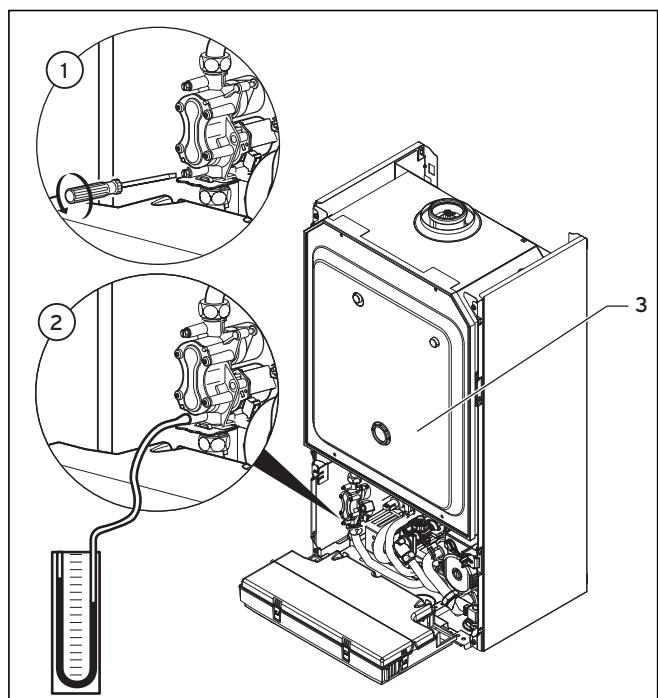
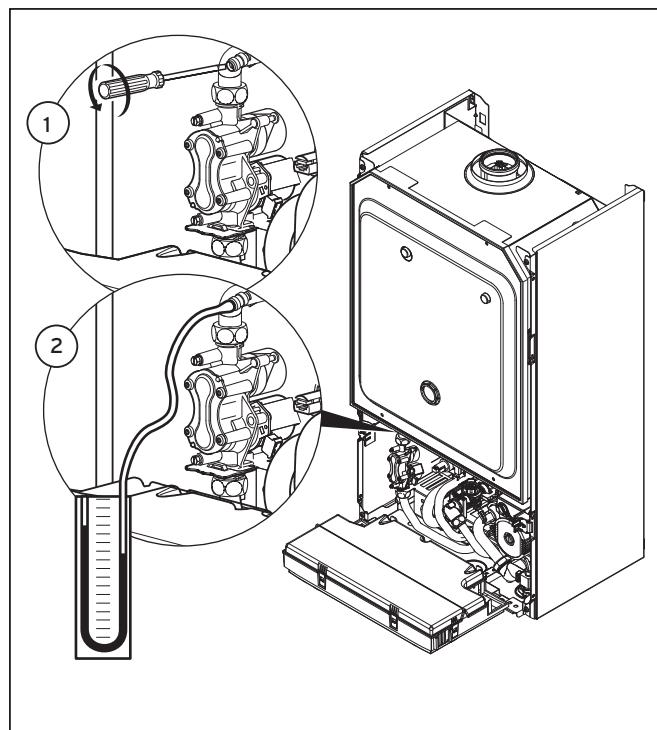

Fig. 6.4 Contrôle de la pression de raccordement
Fig. 6.5 Contrôle de la charge nominale
Procédez comme suit pour le contrôle de la pression de raccordement (cf. fig. 6.4) :
- Desserrez les quatre vis du couvercle de la chambre (3 sur la fig. 6.4) et retirez celui-ci.
- Desserrez la vis d'étanchéité du raccord de mesure de la conduite de gaz (1).
- Raccordez un manomètre digital ou un manomètre à tube en U (2 sur la fig. 6.5).
- Desserrez la vis d'étanchéité du raccord de mesure de la conduite de gaz (1 sur la fig. 6.5).